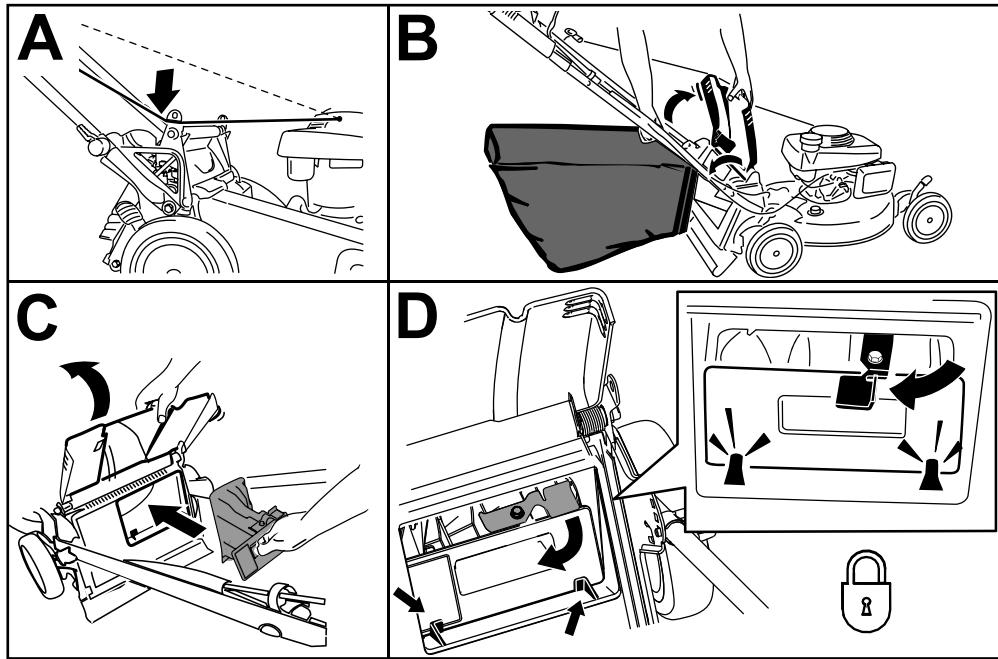

Figura 18
1. Pase la cuerda del arrancador alrededor de la guía de cuerda inferior (Figura 18, A).
2. Levante y sujeté el deflector trasero y levante la bolsa por el asa para separarla de las muescas de los soportes del manillar (Figura 18, B).
3. Instale el tapón trasero (Figura 18, C).
**Importante:** Asegúrese de que el tapón trasero está bloqueado en su sitio. Para bloquear el tapón, presione firmemente hasta que encaje en su lugar detrás de las pestañas, y gire la palanca del tapón a la izquierda (Figura 18, D).